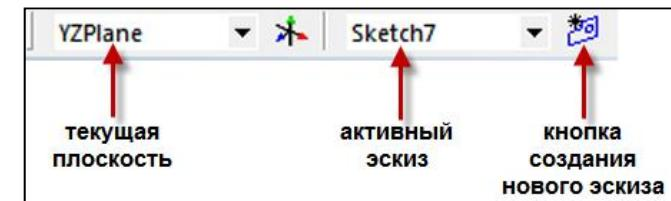

Рис. 3.15
- Дублирование (*Duplicate*). Выполняет копирование выделенных объектов в новый эскиз текущей плоскости. Перед выполнением команды нужно создать новый эскиз в текущей плоскости (рис. 3.15), после этого выделить точки или кривые в старом эскизе и активировать команду, кликнув на ней правой кнопкой мыши. Все выделенные объекты будут скопированы в новый эскиз;